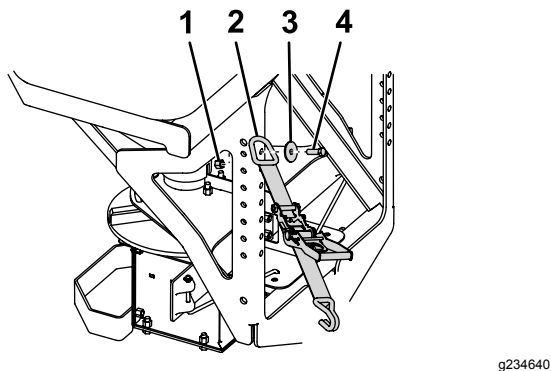

Figura 9
- Conecte el anillo en D de las correas con trinquete a los orificios superiores del exterior del bastidor del esparcidor con un perno (1/2"), una arandela (1/2") y una contratuerca (1/2"), y apriete los pernos a 76 N·m (56 pies-libra) como se muestra en la Figura 9.